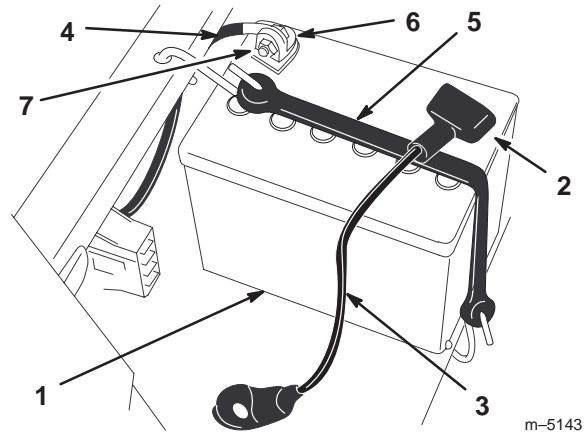

Bild 25
4. Klemmen Sie das Minuskabel (schwarz) vom Batteriepol ab (Bild 25).
5. Schieben Sie die Gummiabdeckung am Pluskabel (rot) nach oben. Klemmen Sie das (rote) Pluskabel vom Batteriepol ab (Bild 25).
6. Nehmen Sie die Batterieklemme ab (Bild 25) und heben Sie die Batterie aus dem Ständer heraus.
1. Stellen Sie die Batterie in ihren Ständer, wobei die Pole vom Armaturenbrett weg weisen müssen (Bild 25).
4. Befestigen Sie die Kabel mit zwei Schrauben (1/4 x 3/4 Zoll), Scheiben (1/4 Zoll) und Muttern (1/4 Zoll) (Bild 25).
6. Befestigen Sie die Batterie mit der Klemme (Bild 25).